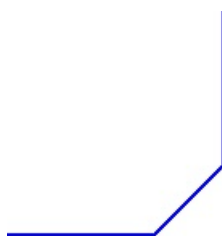

Рис. 4.2
4.6. Вспомогательные линии можно удалить, они больше не понадобятся. Выделите границы прямоугольника, и перетаскивая за маркеры, уменьшите их длину. Результат представлен ниже на рис. 4.2.